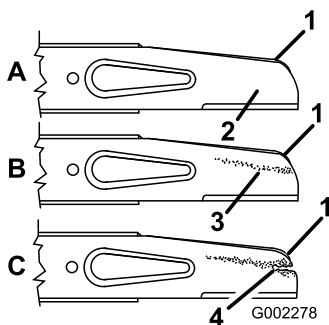

Рисунок 28
Внимательно проверьте остроту и степень износа ножа, особенно в месте соединения плоской и изогнутой частей ножа (Рисунок 28А). Проверяйте нож перед эксплуатацией машины, поскольку песок и абразивный материал могут стачивать металл между плоской и изогнутой частями ножа. Если вы заметите бороздку или износ (Рисунок
28В и Рисунок 28С), замените нож; см. раздел Демонтаж ножа (страница 28).
2. Удалите гайки крепления ножа, снимите акселератор и нож (Рисунок 28).